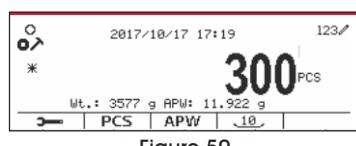

Figure 50
- Après modification, appuyez sur le bouton multifonction correspondant à l'icône **✓** pour confirmer, puis appuyez sur le bouton multifonction correspondant à l'icône **➡** pour quitter le sous-menu. (Voir Figure 50)